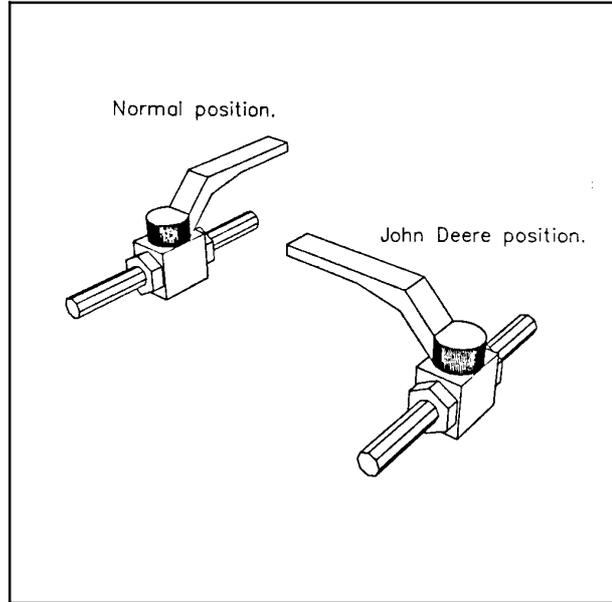

Bild 4-5
Mit dem Kugelhahn können Sie einstellen, ob Ihr Traktor ein Hydrauliksystem mit offenem oder geschlossenem Kreislauf hat. Die Hydraulikpumpe bei den meisten Traktoren fördert bei jeder Umdrehung eine bestimmte, konstante Menge Hydrauliköl (offener Kreislauf). Der Kugelhahn mit dem roten Griff sollte in diesem Fall geöffnet sein. Bestimmte Traktoren, z. B. die von John Deere, haben eine Ölpumpe mit variabler Fördermenge **pro Umdrehung** (geschlossener Kreislauf). In diesem Fall muß der Kugelhahn geschlossen sein, siehe Abb. 4-5.
6. Den Sicherungsbolzen, der den Wickelarm während des Transports am Rahmen festhält, herausnehmen, siehe Abb. 4-5.